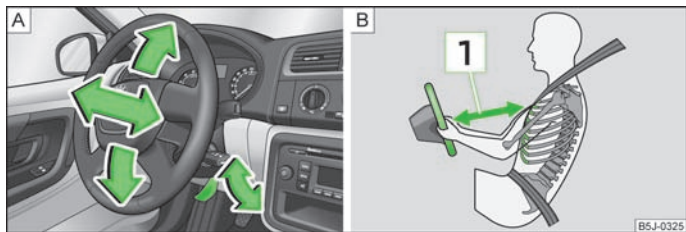

Fig. 78 Volant réglable : Manette sous la colonne de direction/distance de sécurité au volant
- Rabattez la manette sous le volant vers le bas » fig. 78 - A.